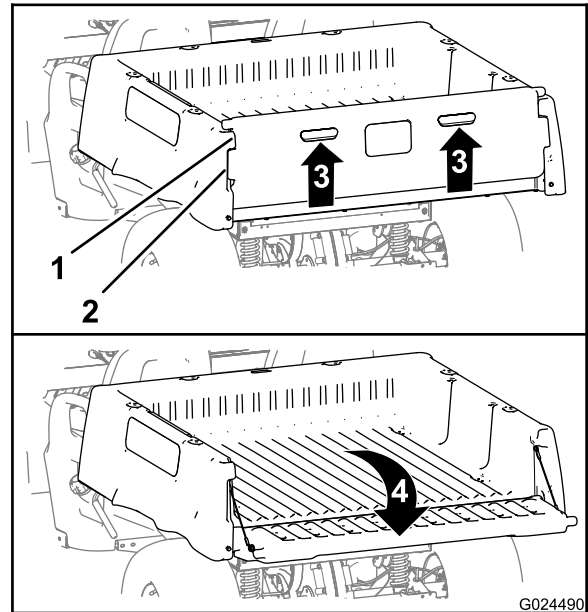

Рисунок 16
2. Поднимите захваты на задней панели откидного борта (Рисунок 16).
3. Совместите фиксирующие фланцы заднего откидного борта с отверстиями, расположенными между фланцами откидного борта грузового кузова (Рисунок 16).
4. Поверните откидной борт назад и вниз (Рисунок 16).
6. Поверните откидной борт вверх и вперед так, чтобы фиксирующие фланцы откидного борта были заподлицо с его гнездом в грузовом кузове (**Рисунок 16**).
7. Опустите откидной борт до его посадки в задней части грузового кузова (**Рисунок 16**).